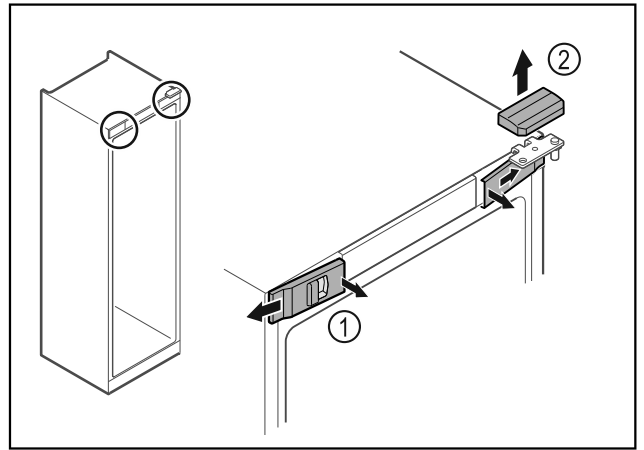

Fig. 14
- ▶ Vidinėje pusėje atfikuokite priekines dengiamąsias plokšteles Fig. 14 (1) ir nuimkite jas į šoną.
- ▶ Nuimkite viršutinę dengiamąją plokštelę Fig. 14 (2) į viršų.